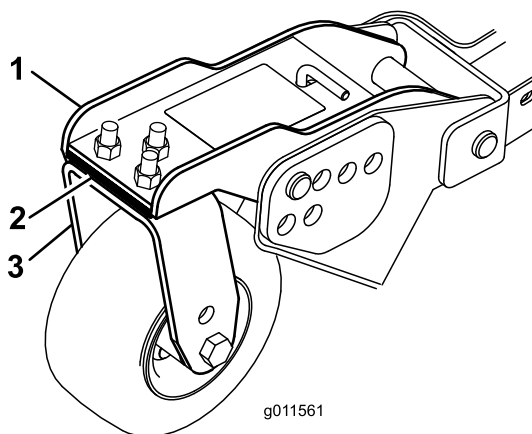

Bild 29
Drehen Sie die Schnittmesser jeder Spindel, bis die Enden nach vorne und hinten gerichtet sind. Messen Sie die Entfernung vom Boden bis zur vorderen Spitze der Schnittkante. Setzen Sie die 3 mm Beilagscheiben an den vorderen Laufradgabeln auf der jeweiligen Schnitthöhe ein, die auf dem Schild angezeigt wird (Bild 29). Beziehen Sie sich nur für die äußere Spindel auf Einstellen der Mähwerkneigung“.
3. Entfernen Sie, wenn die innere Schnittkante des seitlichen Mähwerks im Verhältnis zur äußeren Kante des vorderen Mähwerks zu hoch ist, eine 3 mm Beilagscheibe von der Unterseite des vorderen inneren Laufradarms am seitlichen Mähwerk (Bild 29). Prüfen Sie das Maß zwischen den äußeren Kanten beider seitlichen Mähwerke